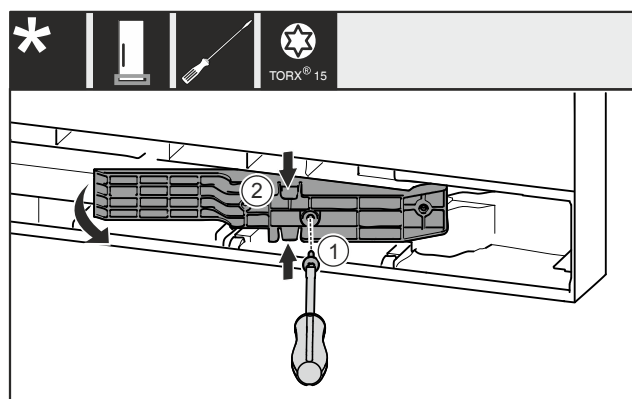

Fig. 13 *
- Retire el tornillo Fig. 13 (1).*
- Presione suavemente la parte superior e inferior de la pieza adaptadora Fig. 13 (2) y tire de ella.*